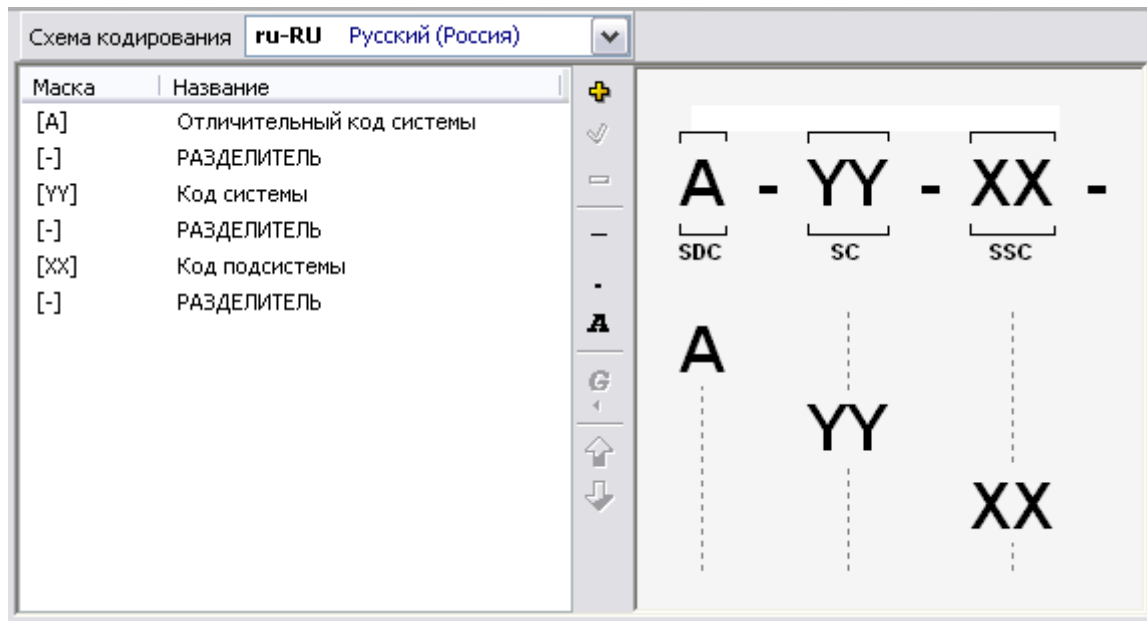

Рис. 2.25
В левом окне вкладки **Схема кодирования** находятся маски и названия созданных полей кода. В правом окне вкладки изображена схема сегмента кода на данном этапе разработки (Рис. 2.25).
1. На вкладке **Схема кодирования** выделите поле кода «Код подсистемы» (Рис. 2.25).